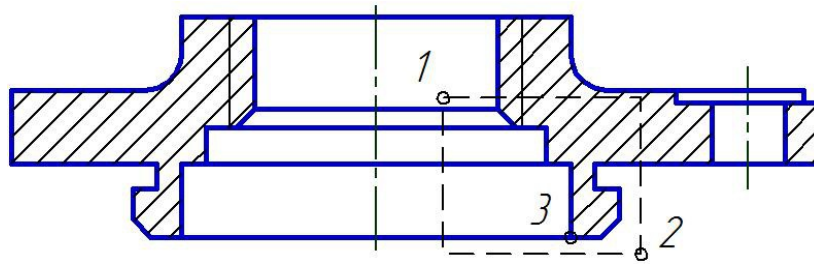

Рис. 1.61. Выделение фрагмента разреза
1. Выделите в группу фрагмент разреза (рис. 1.61).